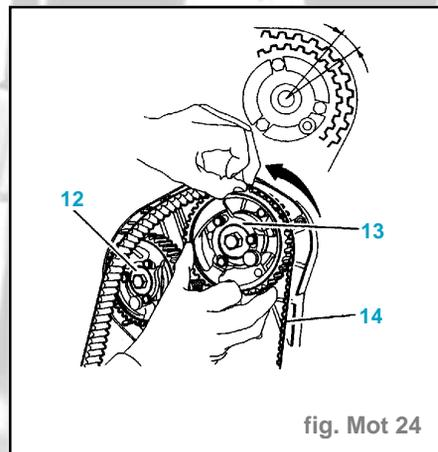

fig. Mot 24
- Mettre en place la courroie de distribution neuve, brin (14) bien tendu, dans l'ordre suivant (fig. Mot. 24) :
- galet enrouleur Plaquer la courroie de distribution sur la poulie (13).
- Tourner légèrement la poulie dans le sens inverse de rotation moteur pour engager la courroie sur la poulie (13).